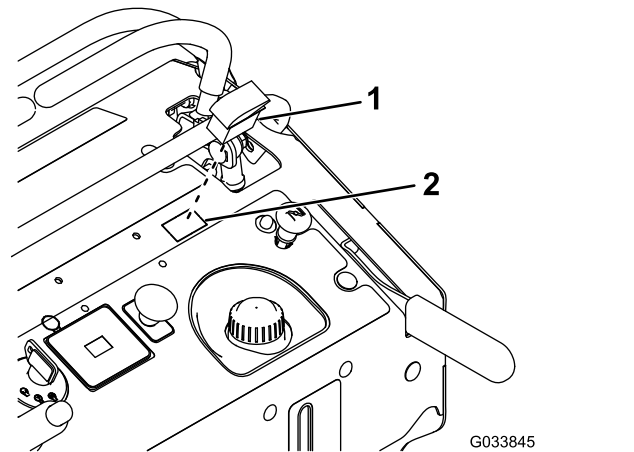

Figura 1
4. Retire y deseche el tapón del panel de la columna (Figura 1).
5. Instale el interruptor de las luces (Figura 1).